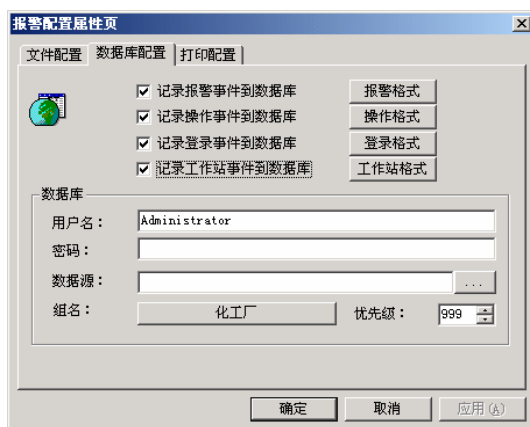

图 4-27 数据库配置页
- 数据库配置页：数据库配置页对话框，如图 4-27 所示。在此属性页中您可以设置将哪些报警和事件记录到数据库中以及记录的格式、数据源的选择、登陆数据库时的用户名和密码等等。